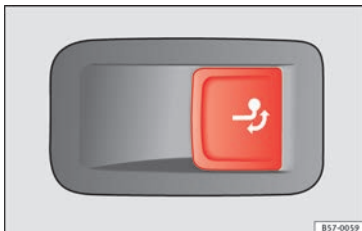

Fig. 217 Sul lato destro del bagagliaio: tasto per sbloccare il gancio a testa sferica.
- Premere brevemente il tasto » **fig. 217**. Il gancio a testa sferica si sblocca elettricamente e si gira automaticamente verso l'esterno. La spia di controllo del tasto lampeggia » **fig. 217**.
• Premere brevemente il tasto » **fig. 217**. Il gancio a testa sferica si sblocca elettricamente.
• Girare il gancio a testa sferica sotto il paraurti con la mano fino a sentire che si fissa e fino a che la spia di controllo sul tasto non sarà costantemente accesa » **fig. 217**.
- Se la spia di controllo del tasto » **fig. 217** lampeggia, significa che il gancio a testa sferica non si è fissato correttamente o che è danneggiato » .
- Non premere mai il tasto »» fig. 217 quando un rimorchio è agganciato o un portapacchi o un altro accessorio è montato sul gancio a testa sferica.